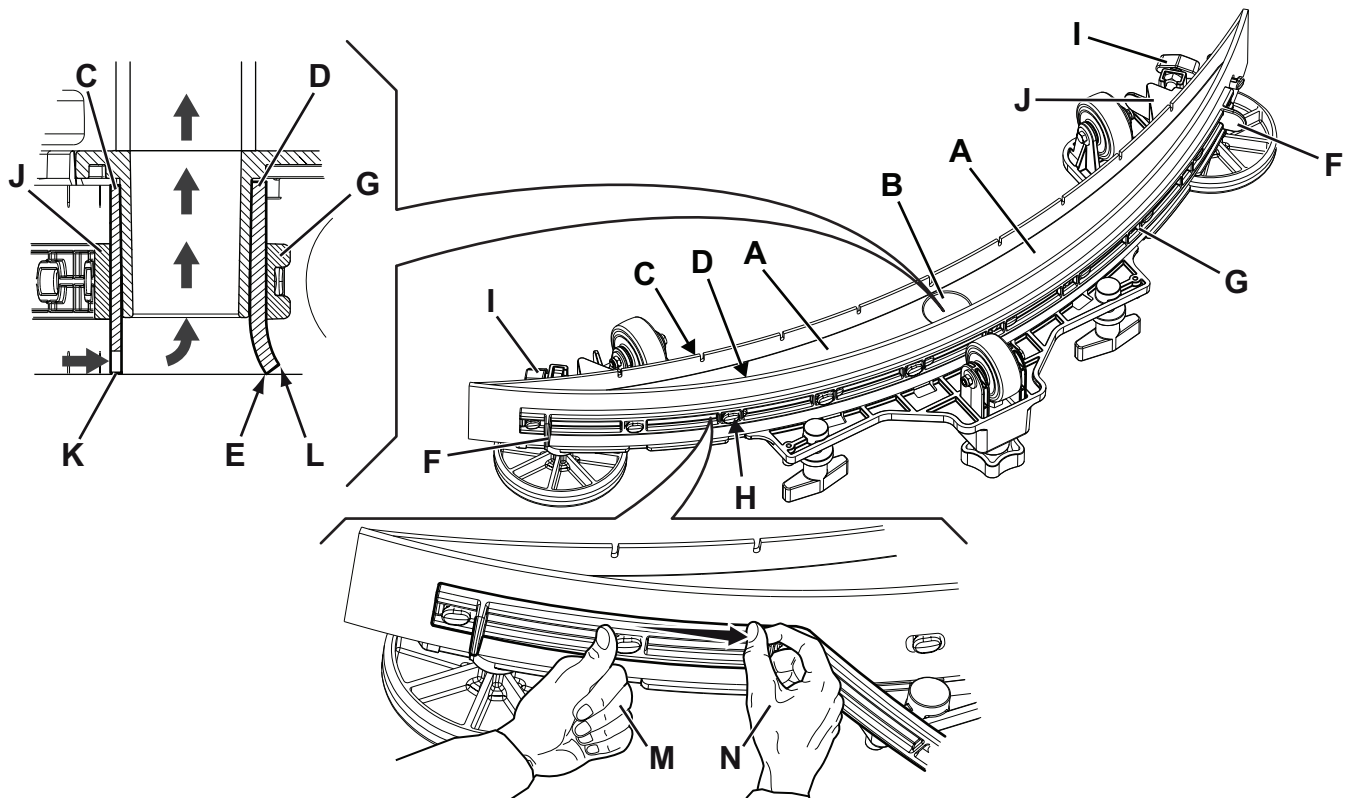

Abbildung 12
2. Sicherstellen, dass das Gerät ausgeschaltet und der Bedienschlüssel (51) herausgezogen wurde.
3. Sterngriffe (14) lösen und Sauglippe (29) abnehmen.
4. Sauglippe abspülen und reinigen. Besonders den Schmutz und Abfälle von den Räumen (A, Abb. 12) und der Öffnung (B) beseitigen. Überprüfen, ob der vordere (C) und der hintere Gummi (D) unversehrt sind und keine Schnitten oder Risse aufweisen, gegebenenfalls wie im folgenden Abschnitt beschrieben austauschen.
2. Überprüfen, ob der vordere (C, Abb. 12) und der hintere Gummi (D) unversehrt sind und keine Schnitten oder Risse aufweisen, gegebenenfalls wie folgt austauschen. Überprüfen, ob die Vorderkante (E) des hinteren Gummis verschlissen ist. Gegebenenfalls Gummi umdrehen und eine der drei unversehrten Kanten als Vorderkante verwenden. Wenn auch die anderen drei Kanten abgenutzt sind, das Gummi wie folgt ersetzen:
- Mit der Lasche (F) das elastische Band (G) aus den Haltevorrichtungen (H) nehmen und entfernen, dann den hinteren Gummi (D) auswechseln/umdrehen.
- Das Gummi in der umgekehrten Reihenfolge des Ausbaus einbauen. Das elastische Band (G) an den Haltevorrichtungen (H) ausgehend von einer Seite fixieren. Jeweils an die Haltevorrichtungen binden, indem das Band vor dem Halten mit einer Hand (M) blockiert wird und es mit der anderen Hand (N) gezogen wird, um das Fixieren zu erleichtern.
- Sterngriffe (I) aufdrehen, Band (J) abnehmen und vorderen Gummi (C) austauschen/umdrehen.
3. Sauglippe (29) montieren und Sterngriffe (14) festdrehen.
- Überprüfen, ob das Ende (K) des vorderen Gummis (C) und das Ende (L) des hinteren Gummis (D) wie in der Abbildung gezeigt aufliegen.
- Zur Einstellung den Knopf (15) verwenden.